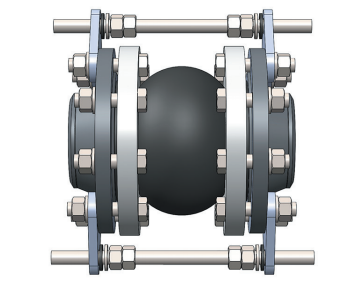

рис. 3
- стержни ограничивают компенсатор от чрезмерного сжатия – гайки и шайбы устанавливаются с внутренней стороны кронштейна (рис. 3);
штейна (рис. 3);